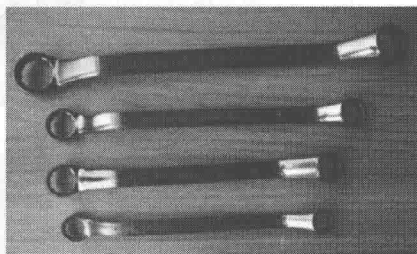

图 1-7 梅花扳手
③使用注意事项。
(2) 梅花扳手,如图 1-7 所示。
①结构与功用。